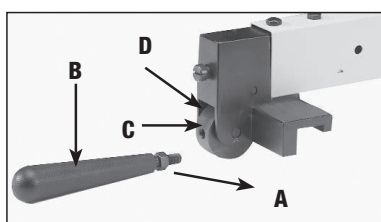
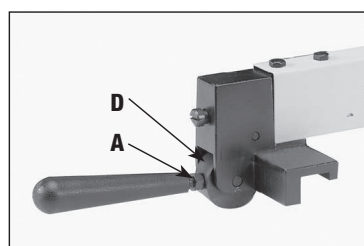

Fig. 24
Fig. 25
1. Enrosque la tuerca hexagonal M8 x 1,25 (A), Fig. 24, aproximadamente hasta la mitad, en la clavija del mango (B).
2. Enrosque el mango (B), Fig. 24, en el orificio roscado (C) en la leva de la guía (D). Fije la tuerca hexagonal (A), Fig. 25, contra la leva (D).